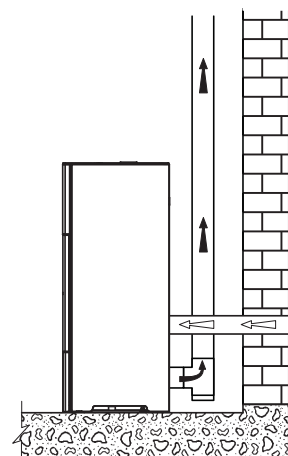

Abb. 5.6
- den Eintritt der Verbrennungsluft des Ofens über eine Rohrleitung mit dem Lufteinlass verbinden (Abb. 5.6).